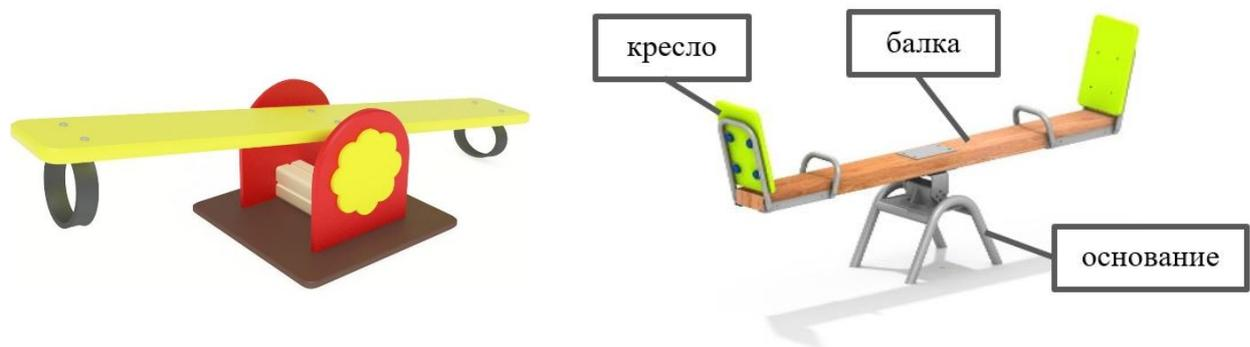

Рис.1. Варианты изделия «Качели-балансир»
1. По указанным данным, сделайте модель в масштабе Эйфелевой башни (Рис. 1).
3. *Габаритные размеры заготовки: А4 (297*210). Масштаб башни рассчитать самостоятельно.* Предельные отклонения на все размеры готового изделия $\pm 0,5$ мм. Готовое изделие должно собираться без клея. Способ соединения разработать самостоятельно. В составе башни необходимо предусмотреть две (2) платформы, основание башни, промежуточные опоры между платформами и шпиль с вершиной. Предусмотреть прорезные элементы присущие реальному объекту.
(Рис. 1) Эйфелева башня. Размеры
- ✓ модель качелей функциональна (подвижна), состоит не менее чем из 3-х типов деталей (основание, балка, кресла, – см. Рис.1), прочая детализация – на усмотрение участника;
- ✓ основание должно быть украшено по бокам несложной декоративной накладкой (например, на Рис.1 слева это накладка в виде цветка);